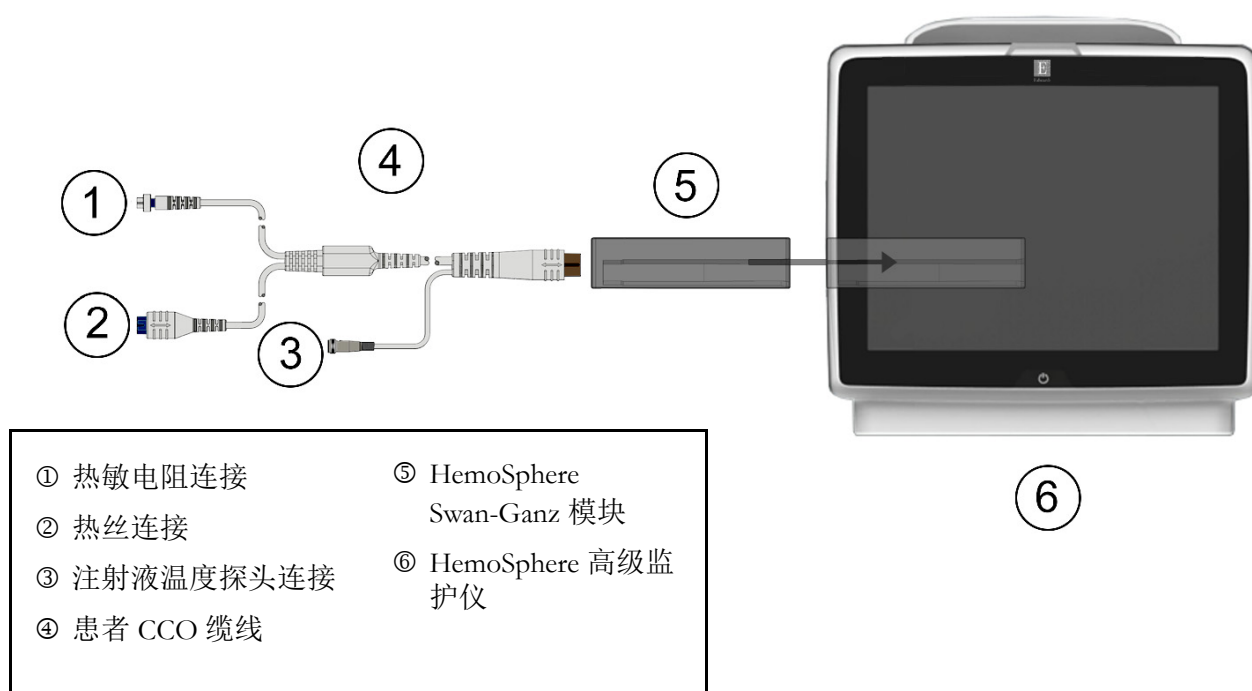

图 4-1 HemoSphere Swan-Ganz 模块监测连接概览
请参阅图 4-1 了解 HemoSphere Swan-Ganz 模块监测连接。
- 11 将热敏电阻 ① 和热丝 ② Swan-Ganz CCO 导管接头（图 4-1）连接到患者 CCO 缆线。
- 11 将 Swan-Ganz 导管热敏电阻接头（①，图 4-1）连接到患者 CCO 缆线。
- 12 将注射液温度探头连接到患者 CCO 缆线上的注射液温度探头接头 ③。注射液系统类型（嵌入式或浴式）会被自动检测。
- 11 将热敏电阻 ① 和热丝 ② Swan-Ganz 容积导管接头（图 4-1）连接到患者 CCO 缆线。